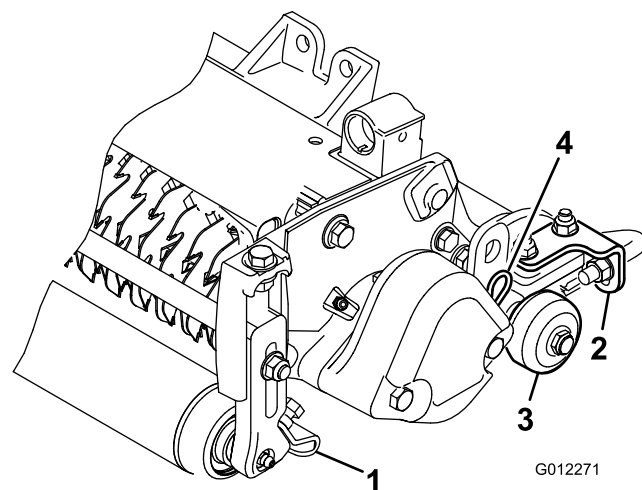

図 6
1. ローラスクレーパを固定しているフランジナットをゆるめる（図 6）。
整備場の床にバーチカッターを降ろすときやトラクションユニットから外して床に置く場合には、ブレードが床にあたって破損しないよう、必ず移動用ローラを降ろしてください（図 6）。